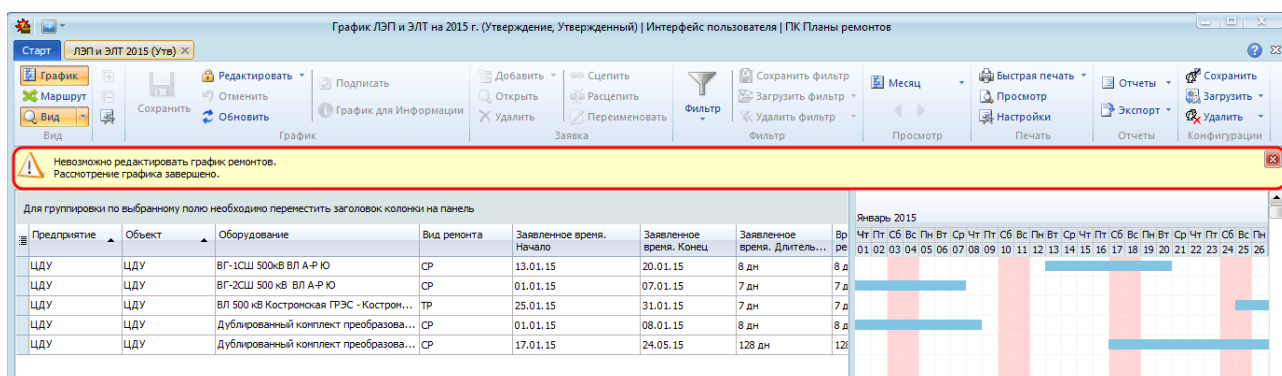

Рисунок 10.66 – Отображение информации о том, что график уже рассмотрен
- если рассмотрение графика завершено, график в состоянии «Согласованный», «Утвержденный», пользователь не наделен правом «Сброс подписей на маршруте графика», то при нажатии на кнопку « Редактировать» выводится предупреждающее сообщение (Рисунок 10.66);